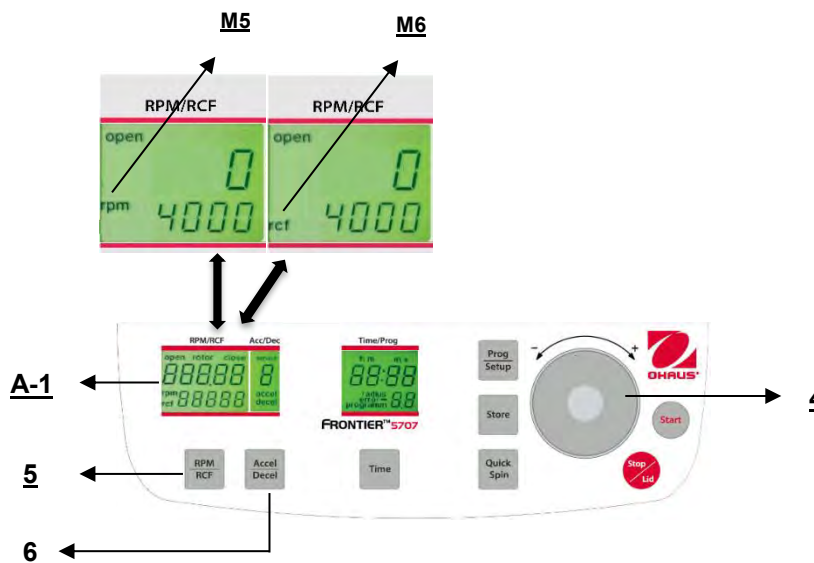

Figura. 16
Questa preselezione è attivata mediante il tasto **"RPM/RCF"** (5) (fare riferimento alla figura 16 qui di seguito). Premendo una volta il tasto, la parola **"rpm"** (M5) lampeggia. Premendo due volte il tasto, è possibile selezionare la preselezione delle forze centrifughe. Poi compare la parola **"rcf"** (M6) lampeggiante. E' possibile impostare i valori desiderati mediante la quadrante di regolazione (4). Nel display (A-1), il valore regolato è visualizzato in permanenza, prima, durante e dopo il funzionamento.